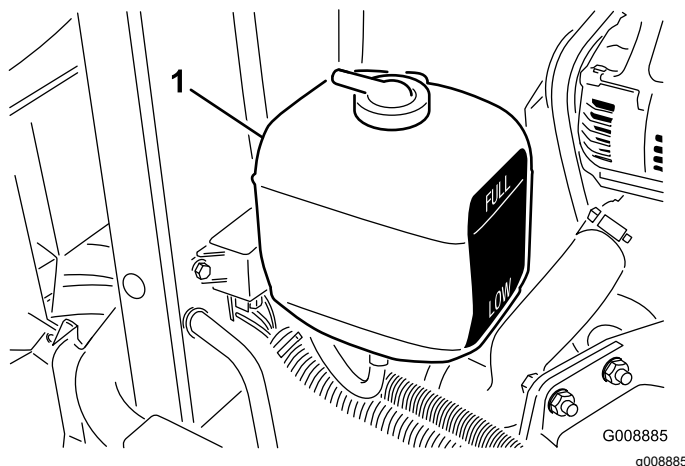

Bild 31
2. Prüfen Sie den Kühlmittelstand im Ausdehnungstank (Bild 31). Bei einem kalten Motor muss der Füllstand ungefähr auf halber Höhe zwischen den beiden Markierungen stehen.